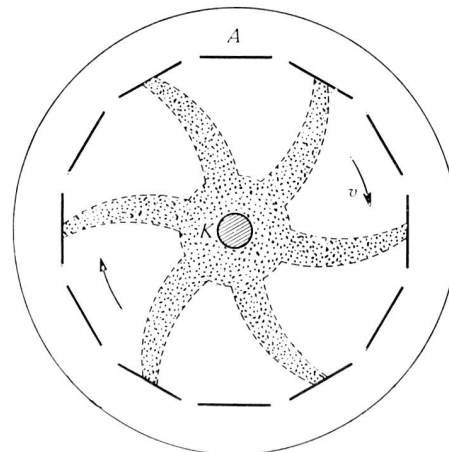

Fig. 4 Schematische Darstellung des Umlaufs der Elektronenwolke als «Elektronenrad» im Magnetron. Das Rad dreht sich mit der Geschwindigkeit v.
zylindrischen Anode (A) und einer konzentrisch angeordneten Kathode (K) (Fig. 2). Zusätzlich zu dem in der Röhre entstehenden elektrischen Feld (E) wird durch einen Permanentmagneten (N-S) ein homogenes magnetisches Feld (B) erzeugt, dessen Kraftlinien parallel zur Achse des Anodenzylinders verlaufen. Durch dieses Magnetfeld wird jedes von der Kathode emittierte Elektron zusätzlich beschleunigt (Fig. 3). Ohne Magnetfeld würde das Elektron wie in einer Diode von K direkt nach A fliegen (I). Bei hoher Anodenspannung  $U_a$  und kleinem Magnetfeld B würde sich die Bahn krümmen (II), während bei sehr starkem Feld B die Elektronen auf Zykloidenbahnen um die Kathode zu kreisen beginnen (III). In ihrer Gesamtheit bilden sie dann eine «Elektronenwolke», die sich als Elektronenrad (Fig. 4), mit der Geschwindigkeit  $v = k \cdot U_a / B$  um die Kathode dreht. Diese Leitbahnbewegung der Elektronen werden im Magnetron zum Erzeugen von Hochfrequenzschwingungen ausgenutzt.